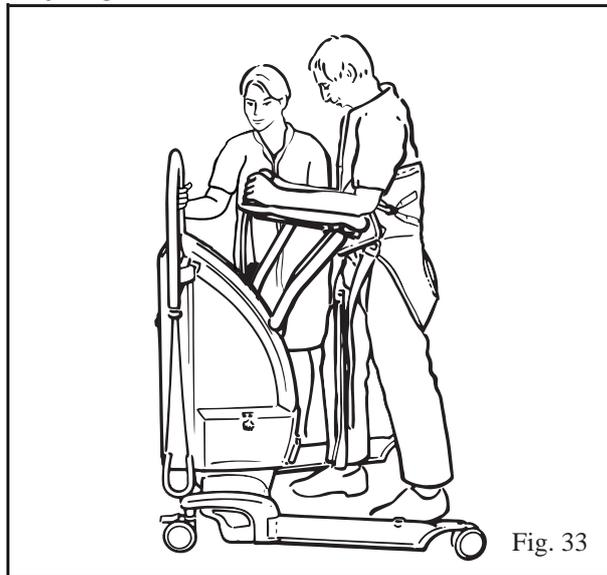

Fig. 33
10. Com o Proactive Pad removido e os freios liberados, o paciente poderá andar no seu próprio ritmo, enquanto é apoiado pelo Sara Plus. (Veja Fig. 33)